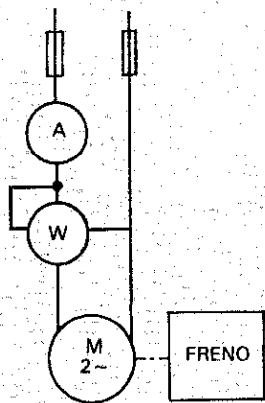

Figura 5.19. Comprobación práctica de los diferentes regímenes de trabajo de un motor.
3. Con esta actividad vamos a comprobar que los motores no trabajan siempre a la misma potencia. Para llevarla a cabo necesitaremos un motor monofásico, un amperímetro, un vatímetro y un freno, por ejemplo, de polvo magnético, tal como se muestra en el esquema de conexiones de la Figura 5.19. Con ayuda del profesor, arranca el motor y somételo a diferentes pares de frenado. Anota los resultados obtenidos de las diferentes lecturas de los aparatos de medida.